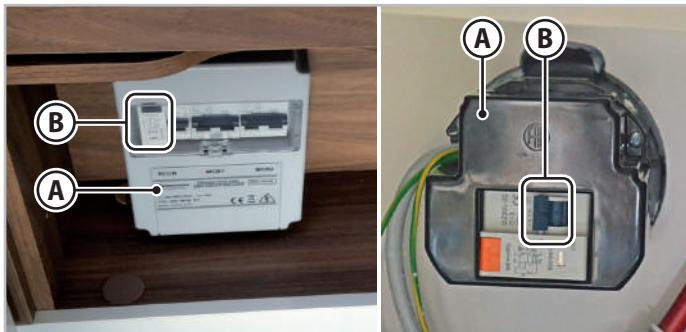

Fig. 6.32 - Panneau d'alimentation
Le panneau d'alimentation 220 V (**A** - Fig.6.32) du véhicule est protégé par un disjoncteur magnétothermique différentiel bipolaire (**B** - Fig.6.32). La prise d'alimentation est dotée du troisième pôle de mise à la terre comme prévu par les normes en vigueur.
1. Abaisser les leviers (**B** - Fig.6.32) du disjoncteur différentiel.
5. Relever les leviers (**B** - Fig.6.32) du disjoncteur différentiel.
1. Abaisser les leviers (B - Fig.6.32) du disjoncteur différentiel.
5. Relever les leviers (B - Fig.6.32) du disjoncteur différentiel.